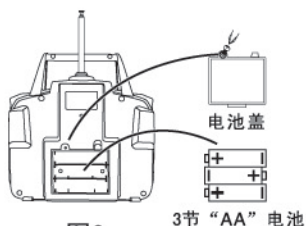

图2
2. 电池的安装方法：先拧开电池盖螺丝，然后打开遥控器的电池盖，依照电池箱的电极指示正确地放入3节“AA”电池(电池须另购)。如图2